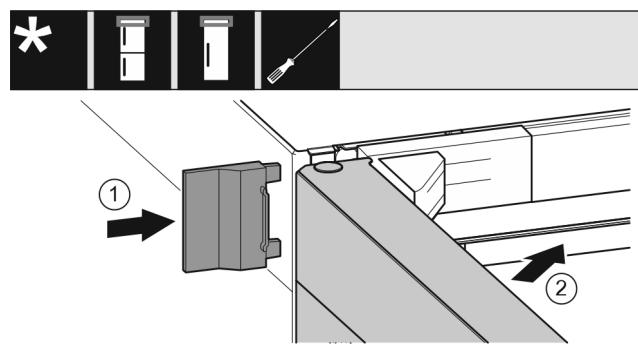

Fig. 21
- Насуньте зовнішню кришку. Fig. 21 (1)
- Закройте верхні дверцята. Fig. 21 (2)